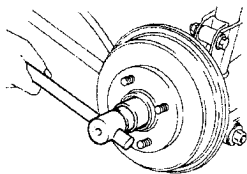

Рис. 9.9 Открутите гайку крепления ступицы/тормозного барабана (См. Раздел 4)
2. Снимите колпачок со ступицы, достаньте чеку, снимите крепление гайки и открутите гайку (См. Рис. 9.9).